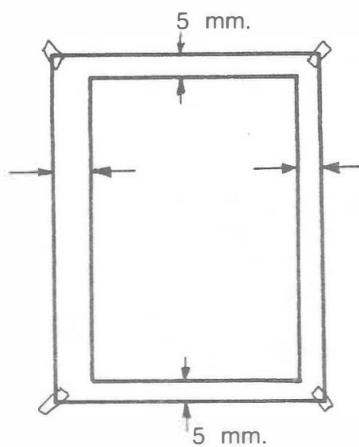

FIG. 19
4. Trace dos líneas verticales y paralelas medidas en la primera a 25 mm. del borde izquierdo (este espacio es para poder legajar la hoja) y la segunda a 5 mm. del borde derecho (Fig. 19).